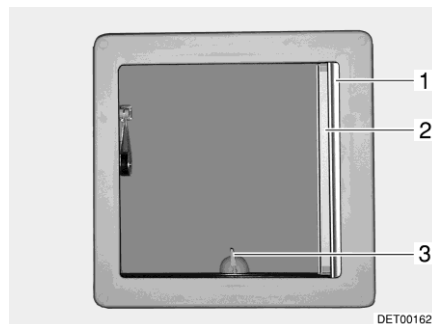
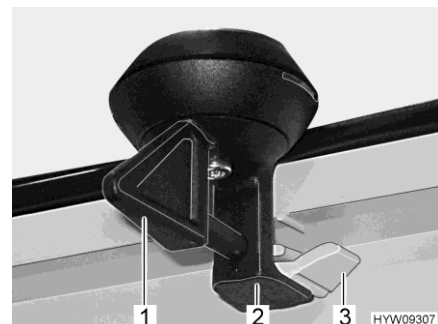

Bild 75 Uppfällbar taklucka
Bild 76 Lås (uppfällbar taklucka)
- Vrid spaken (Bild 75,3 resp. Bild 76,1) ett kvarts varv.
- Vrid spaken ett kvarts varv. Låset (Bild 76,2) måste glida in i den nedre spärren (Bild 76,3).
- Drag ut plisségardinen (Bild 75,1) och släpp den i önskad position. Plisségardinen stannar i denna position.
- Drag ut insektsnätet (Bild 75,2) tills det hakar in i låset på motsatta sidan.